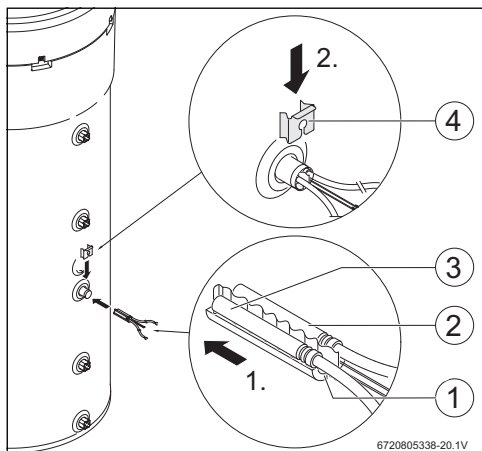

Fig. 7
- Montare il set di montaggio [1], la sonda di temperatura NTC dell'accessorio [2] e la sonda di temperatura NTC della centralina [3] e posizionare come illustrato in fig. 7.